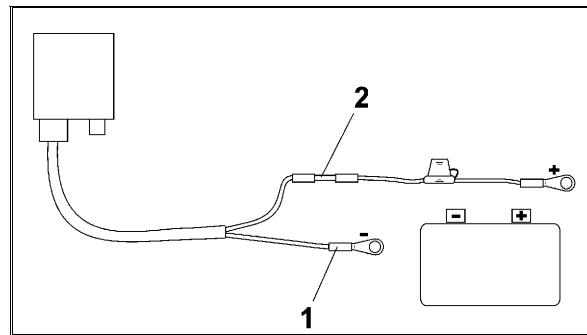

Рис. 4
- Синюю жилу кабеля (масса) введите в свободное кольцо (Рис. 4/1).
- Коричневую жилу кабеля (+ 12 Вольт) введите в свободный конец стыкового соединителя (Рис. 4/2).
- Усадите стыковое соединение (Рис. 4/2) при помощи источника тепла (зажигалки или фена), так чтобы выступил клей.